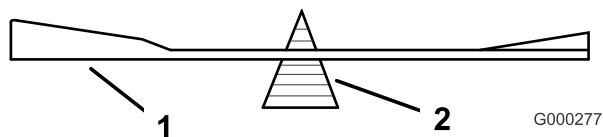

Figure 67
2. Vérifiez l'équilibre de la lame en la plaçant sur un équilibreur (Figure 67). Si la lame reste horizontale, elle est équilibrée et peut être utilisée. Si la lame est déséquilibrée, limez un peu l'extrémité de la partie relevée seulement (Figure 68). Répétez la procédure jusqu'à ce que la lame soit équilibrée.